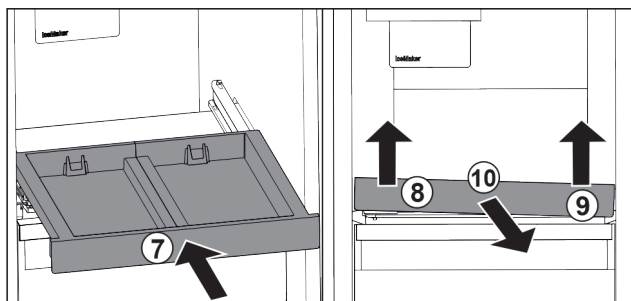

Fig. 106
- ▶ Skjut in utdragshyllan. Fig. 106 (7)
- ▶ Lyft utdragshyllan fram till vänster. Fig. 106 (8)
- ▶ Lyft utdragshyllan fram till höger. Fig. 106 (9)
- ▶ Ta ut utdragshyllan framåt. Fig. 106 (10)